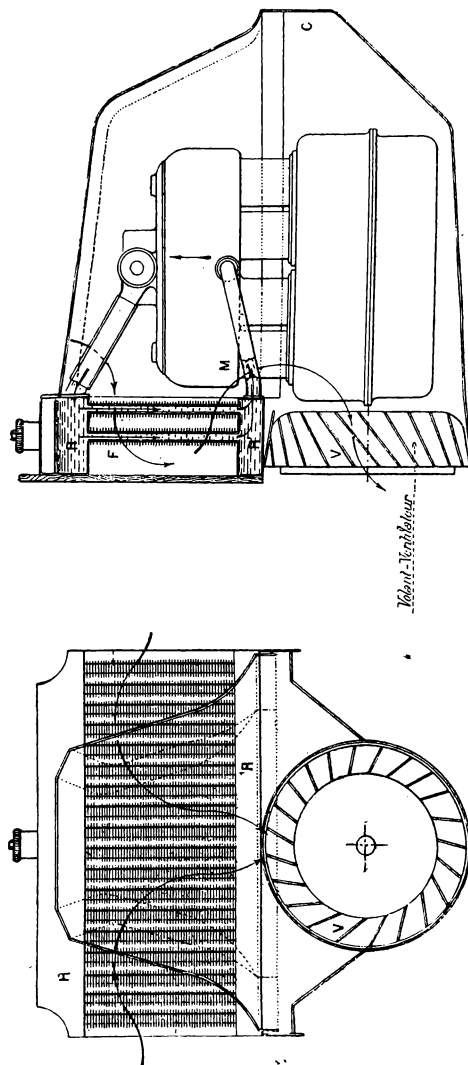

Fig. 48. — Disposizione della circolazione d'acqua per termosifone nella vettura Renault.
b) AD ACQUA. — È generalmente preferito per l'applicazione sui motori d'automobili (fig. 48).
1.° *Circolazione d'acqua a termosifone*. — Questo sistema, adottato con successo dalla casa Renault di Parigi, è basato sulla differenza di densità fra l'acqua calda e l'acqua fredda. La parte superiore ed inferiore della camicia che circonda il cilindro sono unite con parecchie tubazioni ad un grande serbatoio-radiatore a nido d'api o formato da numerosi tubi muniti di alette. L'acqua circola semplicemente per differenza di densità; l'acqua più calda, diminuita di densità e di peso, cerca di salire per raggiungere la parte alta del cilindro indi il radiatore. L'acqua relativamente più fredda in seguito al suo passaggio nel radiatore arriva naturalmente nella parte inferiore del cilindro (fig. 48).